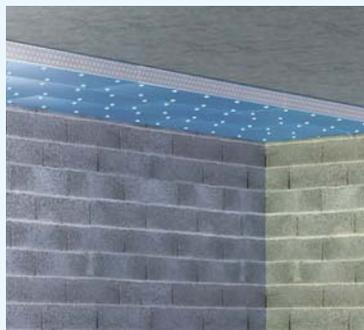

Fig. 18 : Fixation mécanique directe
■ Mise en place des panneaux : Les panneaux sont posés bord à bord à joints serrés et décalés (fig. 18).